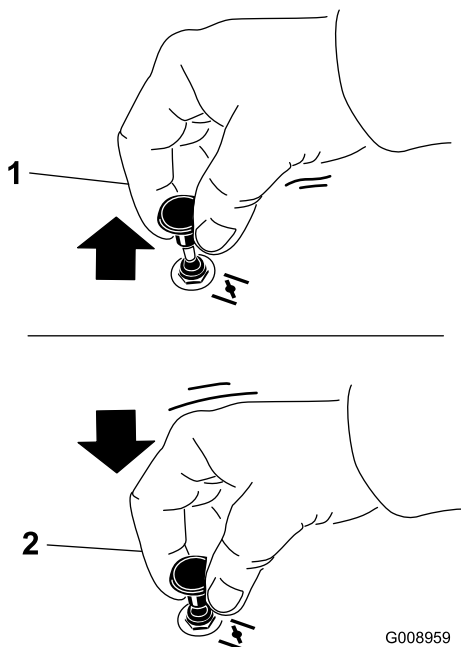

Figura 14
2. Puxe a alavanca do ar para cima para engatar o ar antes de utilizar a ignição (Figura 14).
3. Empurre a alavanca do ar para baixo para desativar o ar após o motor ter arrancado (Figura 14).